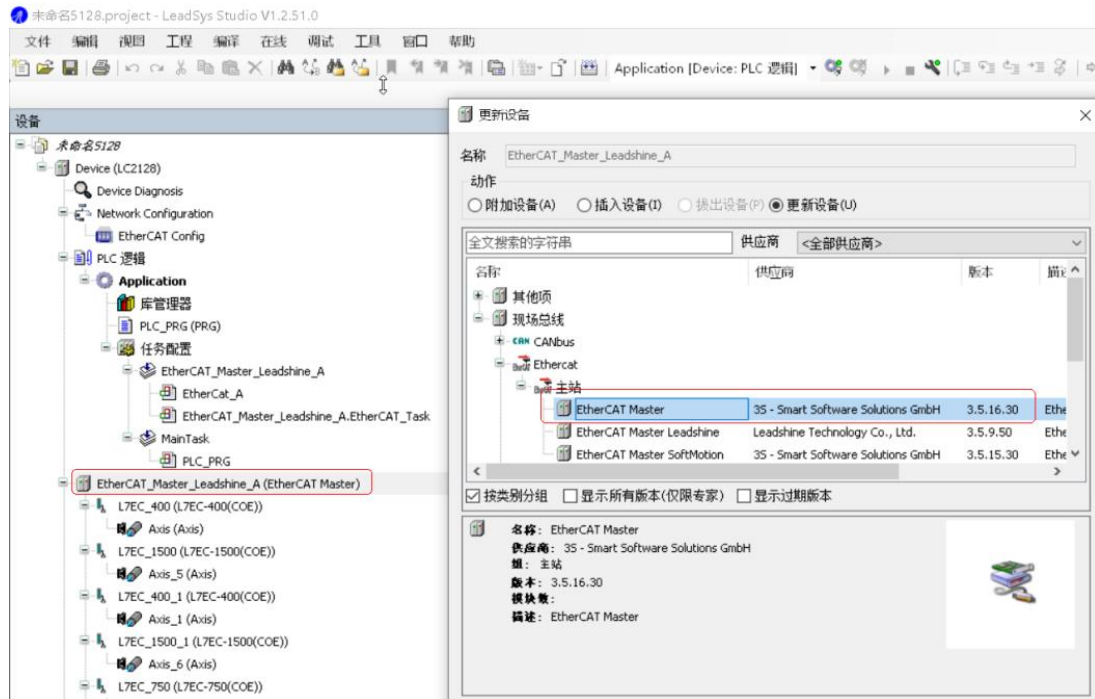

图 14.40 检查 EtherCAT 主站的版本号
- 1) 检查 EtherCAT 主站是否采用 3.5.16.30 版本，可以选择左侧树的 EtherCAT 主站，更新设备，检查或选择 3.5.16.30，如图 14.40 所示。